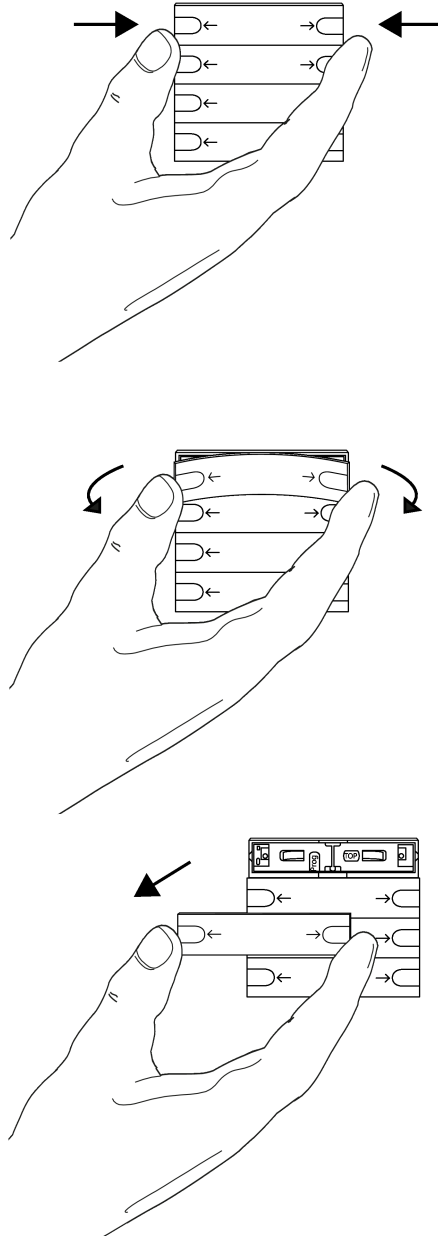

Bild 5: Demontera idrifttagningsvippan
- Lossa idrifttagningsvippkontakten genom att dra av den från touchsensorn från bägge riktningar (se bild 5).